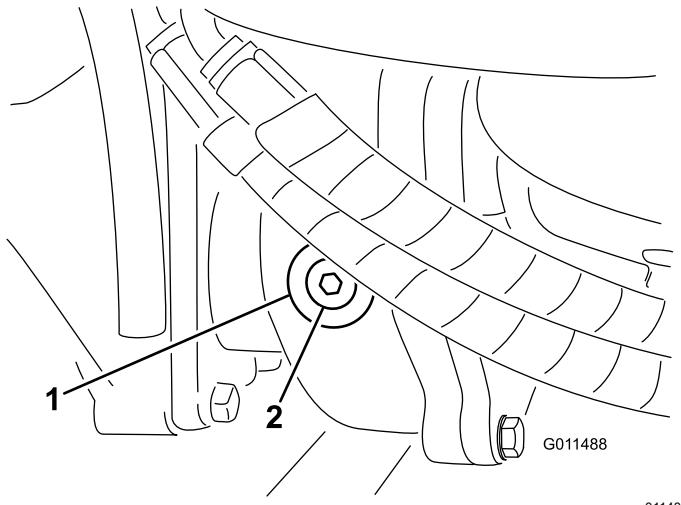

Bild 74
2. Entfernen Sie die Prüf-/Füllschraube an der linken Getriebeseite und stellen sicher, dass das Öl die Unterseite des Lochs erreicht (Bild 74).